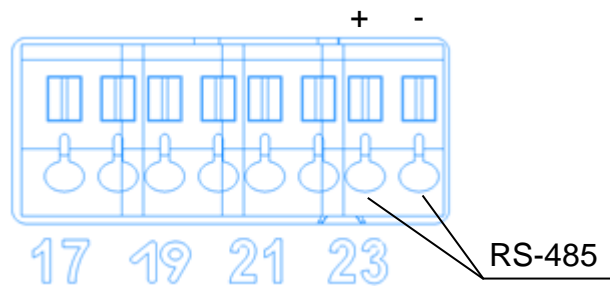

Рисунок 8 – Подключение интерфейса RS-485 счетчика
4.10 В модификациях счетчиков с интерфейсом RS-485 при необходимости подключить цепи интерфейса к соответствующим зажимам (рисунок 8).